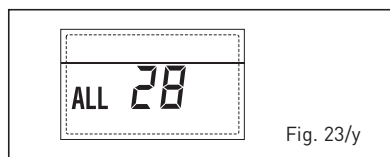

Fig. 23/y
- ANOMALIA NUMERO SCHEDINI COLLEGATI "ALL 29" (fig. 23/z)